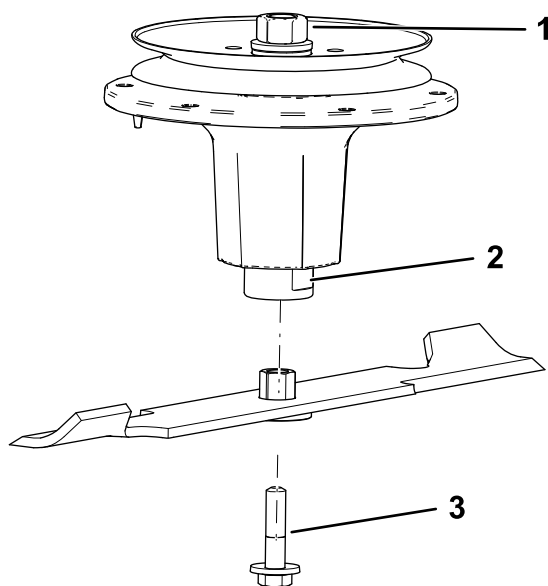

Figura 80
2. Montate il gruppo boccola/lama nell'albero del mandrino (Figura 80).